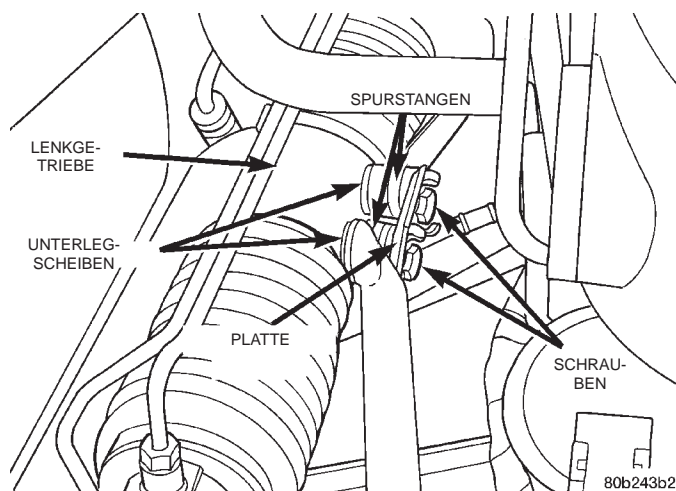

Abb. 10 Befestigungsschrauben/Spurstangen an Lenkgetriebe
(12) Schrauben, Platte und Unterlegscheiben (Abb. 10), mit denen die Spurstangen am Lenkgetriebe befestigt sind, ausbauen. Spurstangen oben auf der Getriebeglocke ablegen.